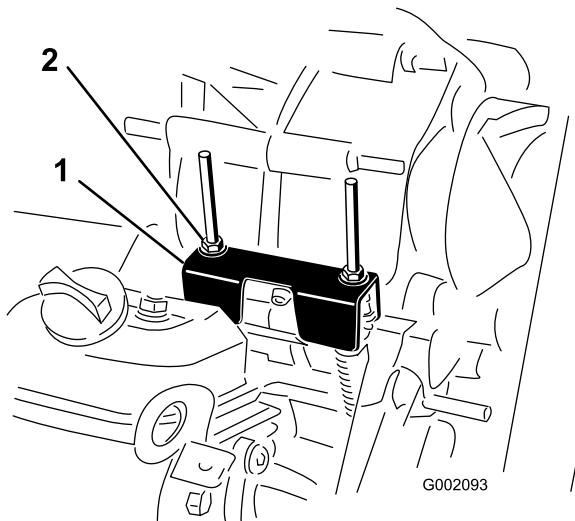

Bild 58
3. Drehen Sie eine der Sicherungsmuttern (Bild 58), um einen Abstand von 0,762 mm bis 1,524 mm zwischen der Unterseite der Mutter bzw. Scheibe und der Leerlaufhalterung zu erhalten.